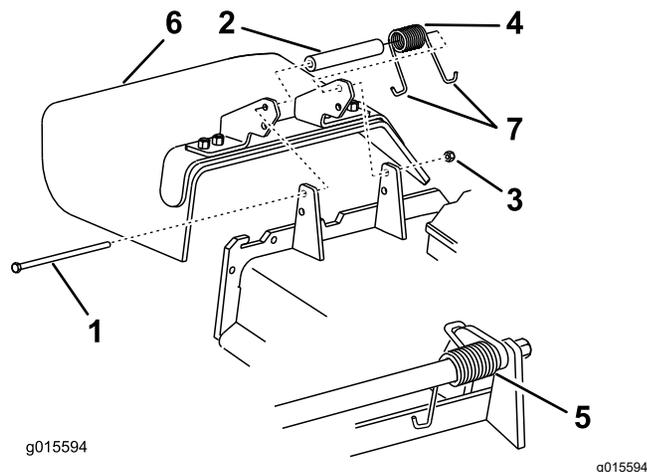

Рисунок 87
1. Снимите контргайку, болт, пружину и проставку, удерживающие отражатель на кронштейнах оси поворота (Рисунок 87).
2. Снимите поврежденный или изношенный отражатель травы (Рисунок 87).
Примечание: Убедитесь, что один J-образный конец пружины зацеплен за край деки, прежде чем устанавливать болт, как показано на Рисунок 87.
6. Зацепите один J-образный конец пружины за отражатель травы (Рисунок 87).